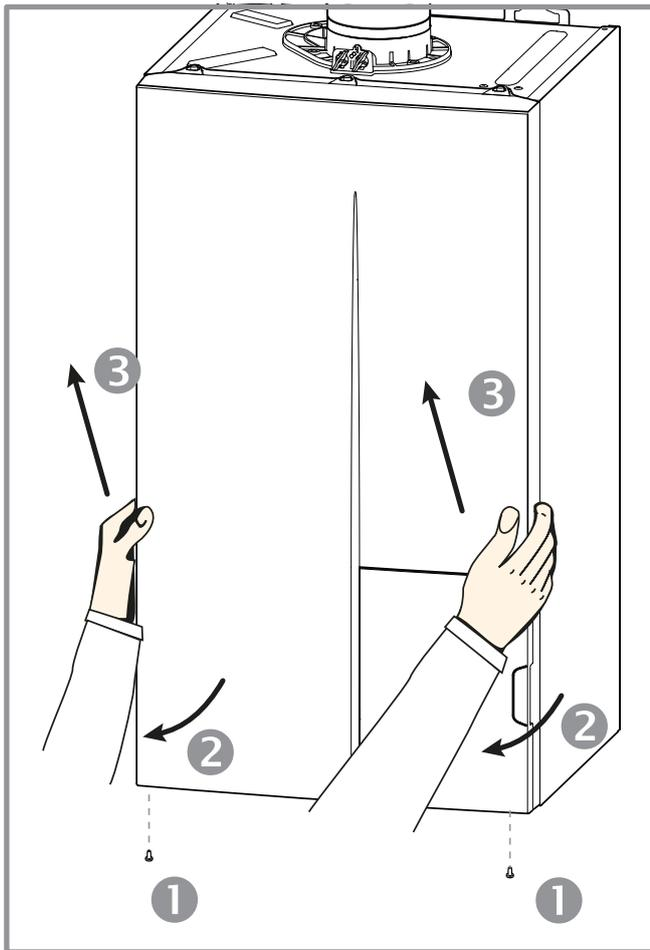

figure 31 - Dépose de la façade
- Déposer la façade (figure 31, page 45).
- Déposer la façade (voir figure 31, page 45).